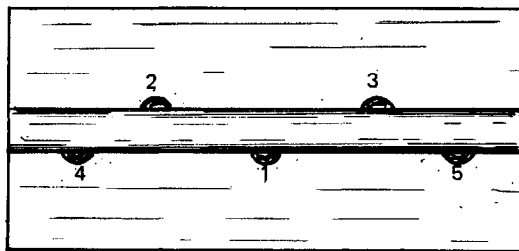

Figura 2.75
- ▲ Tercer paso *Puntee las piezas en forma alternada (Figura 2.75).*